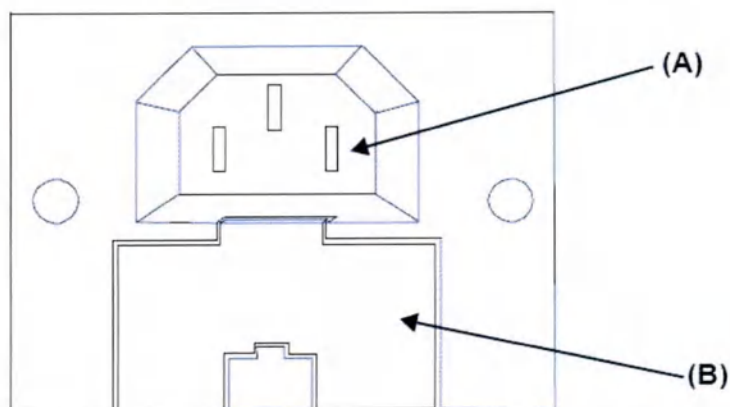

Рис. 39 – Расположение предохранителей
Предохранители – Рис. 39 (B) – находятся внутри сетевого разъема – Рис. 39 (A).